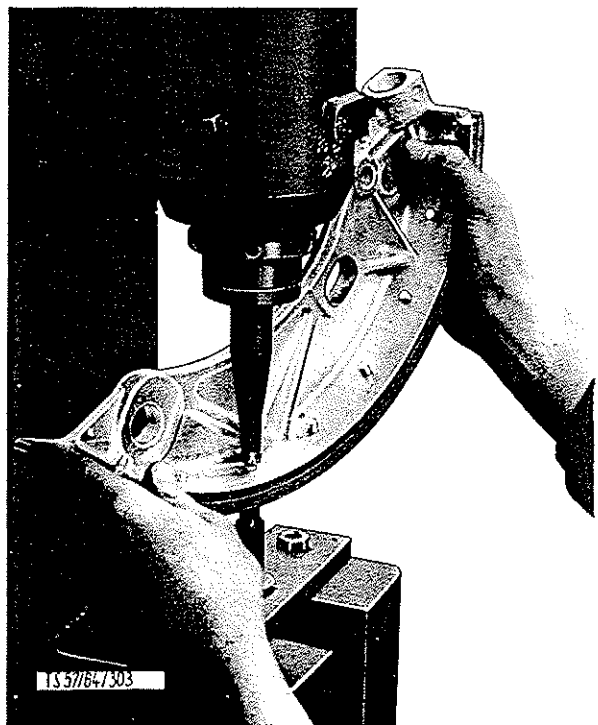

BILD 26: Aufnieten der Bremsbeläge
- b) Um Risse im Bremsbelag zu vermeiden, sollen die Nieten nicht gehämmert, sondern auf einer Nietmaschine genietet werden. (Bild 26) Mit dem Nieten ist in der Belagmitte zu beginnen und abwechselnd nach beiden Enden fortzufahren.